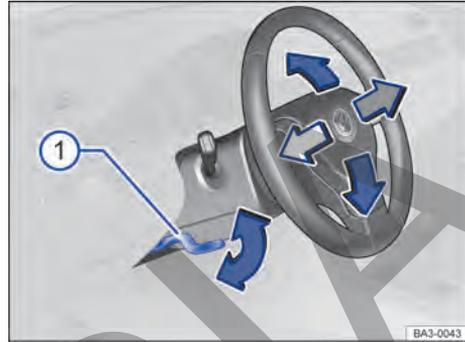

Fig. 59 Debajo y a la izquierda del volante junto con el revestimiento de la columna de dirección; palanca de ajuste de la posición del volante.
- Empujar la palanca hacia abajo sosteniéndola por su empuñadura → **fig. 59** ①.